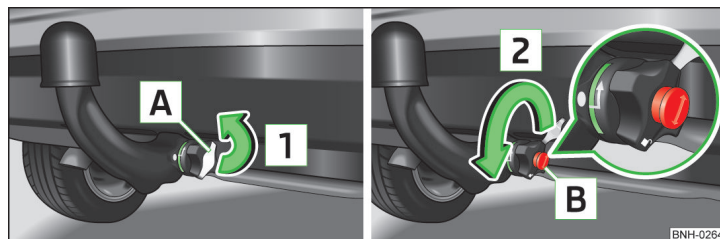

Fig. 106 Quitar la tapa del cierre / desbloquear el cierre
- Extraer la tapa **A** del cierre del volante en el sentido de la flecha **1** » fig. 106.